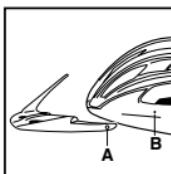

Abbildung 12
2. Um das Visier anzubringen, zentrieren Sie es auf dem Helm und schnappen dann die Zapfen (A) am Visier in die Löcher (B) im Helm (siehe Abbildung 12).